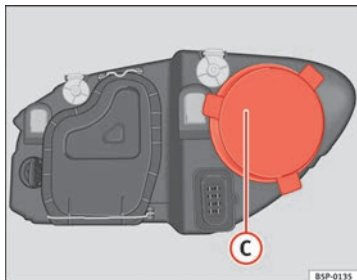

Abb. 166 Fernlicht
- Den Deckel ⇒ Abb. 166 ③ abziehen.